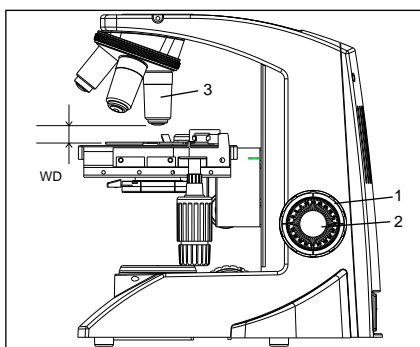

Fig. 10
1. Drehen Sie den Grobjustagedrehknopf (1) nach rechts, damit die Zielsetzung (3) so nah ist, wie möglich zum Exemplar (Wir empfehlen mit 10X zu beginnen). Siehe Fig.10.
2. Beim Beobachten des Exemplars durch die Okulare, drehen Sie langsam Grobjustagedrehknopf (1) links herum, zum des Stadiums zu senken.
3. Wenn die grobe Fokussierung des Exemplars erreicht wird (ein Bild ist ermittelt), drehen Sie den Feineinstellungsdrehknopf (2) für die feine Fokussierung.
**Arbeitsabstand (WD)**